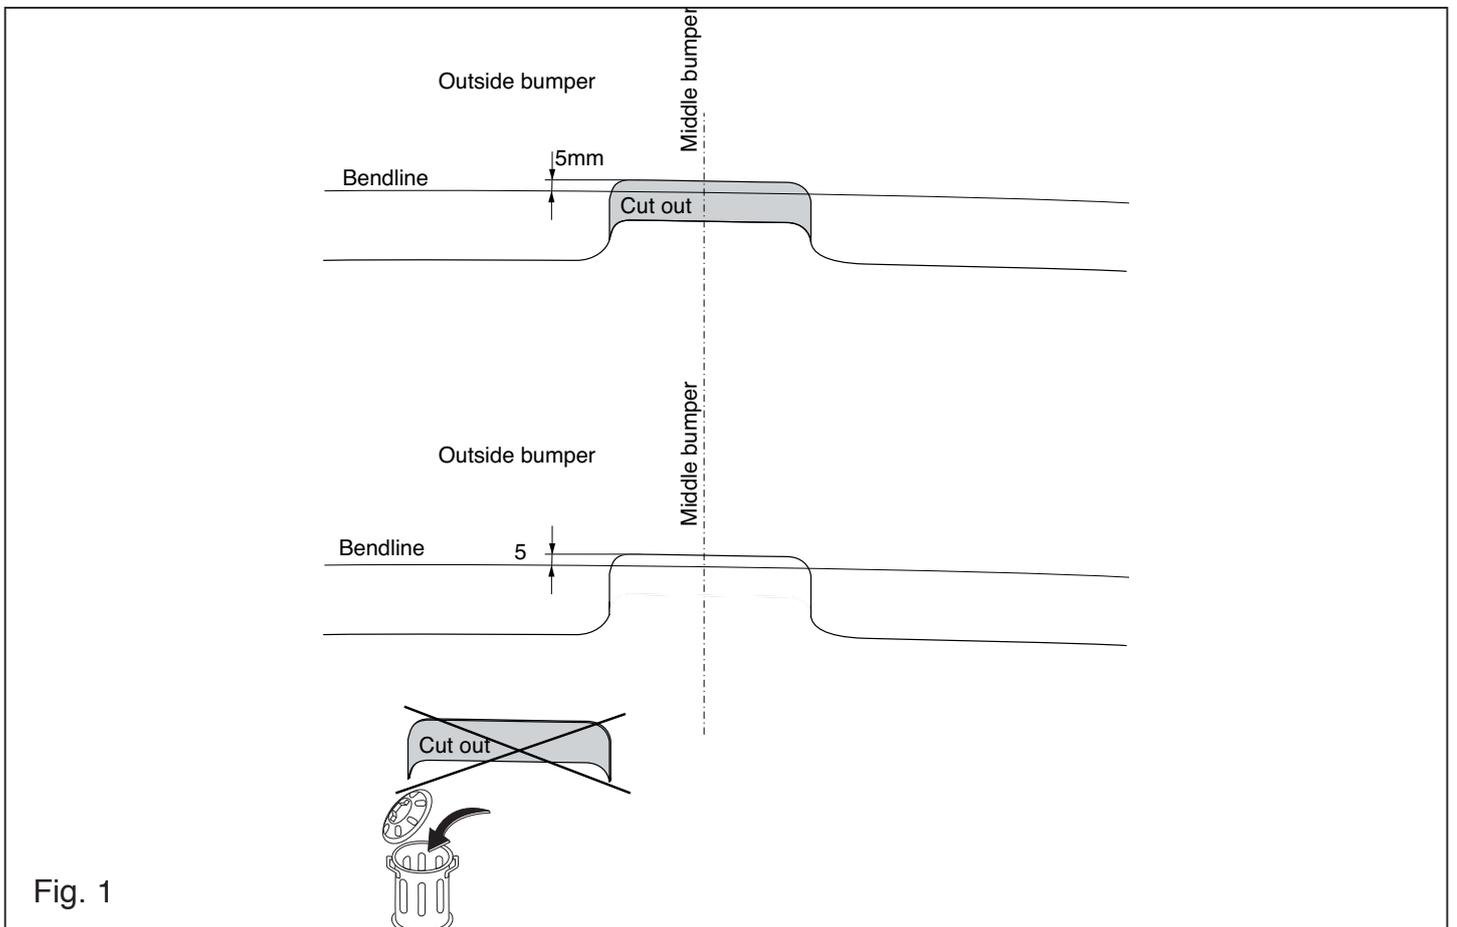

Fig. 1
2. **Für 2011-> Fahrzeuge gilt:** Auf der Unterseite der Stoßstange einen Teil aus der Mitte gemäß Abbildung 1 herausschneiden.
2. **Pour les modèles à 2011->:** Scier au centre de la partie inférieure du pare-chocs une partie correspondant à la figure 1.
2. **Для автомобилей 2011->:** Выпилить часть из бампера в середине снизу, как указано на рис. 1.